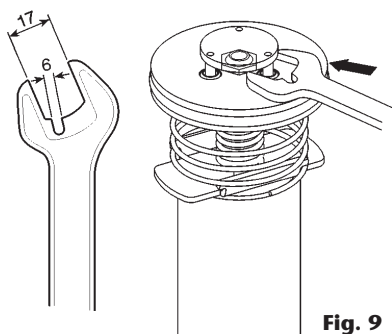
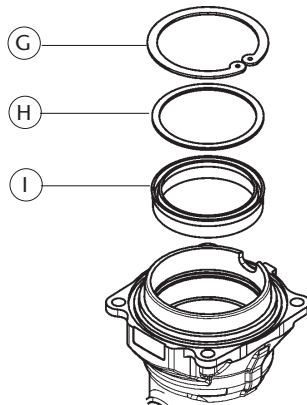
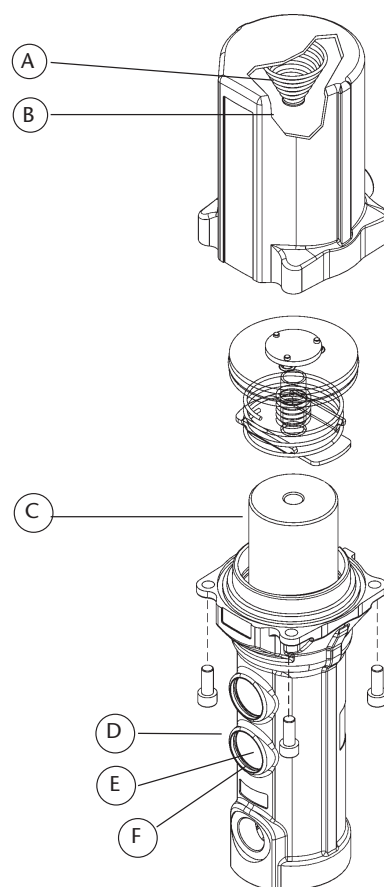

Fig. 9
Fig. 10
Fig. 8
ENSEMBLE INVERSEUR ET MOTEUR D'AIR (FIG. 8, FIG. 9, FIG. 10)
2. Procéder au contrôle du ressort supérieur (A) ainsi que de la butée de ce dernier (B) qui se trouvent dans la cassolette. Remplacer ces pièces si nécessaire.
3. Démontez l'anneau de sécurité (D) inférieur et le silencieux (E) et rondelles (F), et tirer l'ensemble inverseur vers le haut jusqu'à ce que l'orifice du piston (C) soit visible et ce, au niveau où le silencieux a été enlevé. Introduire une baguette en acier (8 mm) dans l'orifice du piston pour bloquer ce dernier.
4. Desserrer l'ensemble inverseur à l'aide d'une clé fixe de 17 mm (voir fig. 9).
5. Retirer le piston (C) et démonter l'anneau de sécurité (G), les rondelles (H) ainsi que le collier (I) (voir fig.10). S'assurer que le piston n'est pas rayé et remplacer les pièces endommagées si nécessaire.